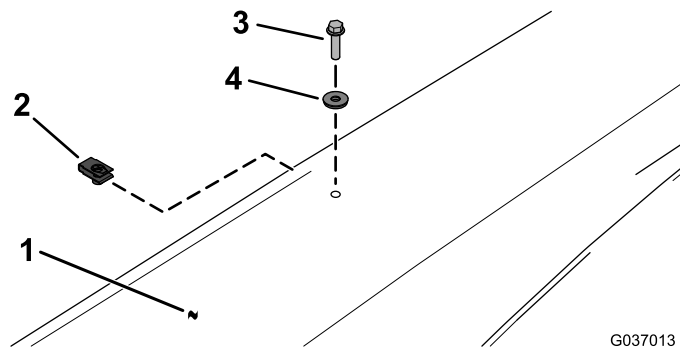

Figura 14
15. Instale o toldo no suporte de apoio do teto utilizando dois cliques, dois anilhas vedantes e dois parafusos flangeados hexagonais ($\frac{1}{4}$ " x 1"), como se mostra na Figura 14.